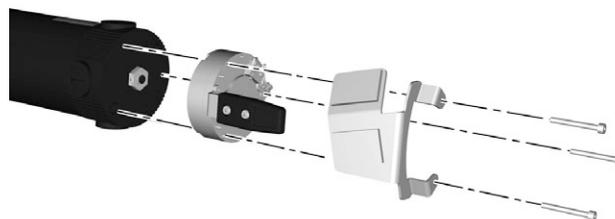

Abbildung 56. Die Magnetbremse ist mit drei Schrauben befestigt.
1. Magnetbremse mit den drei Schrauben montieren, der Entriegelungshebel muss nach außen zeigen. Siehe Abbildung. 56.